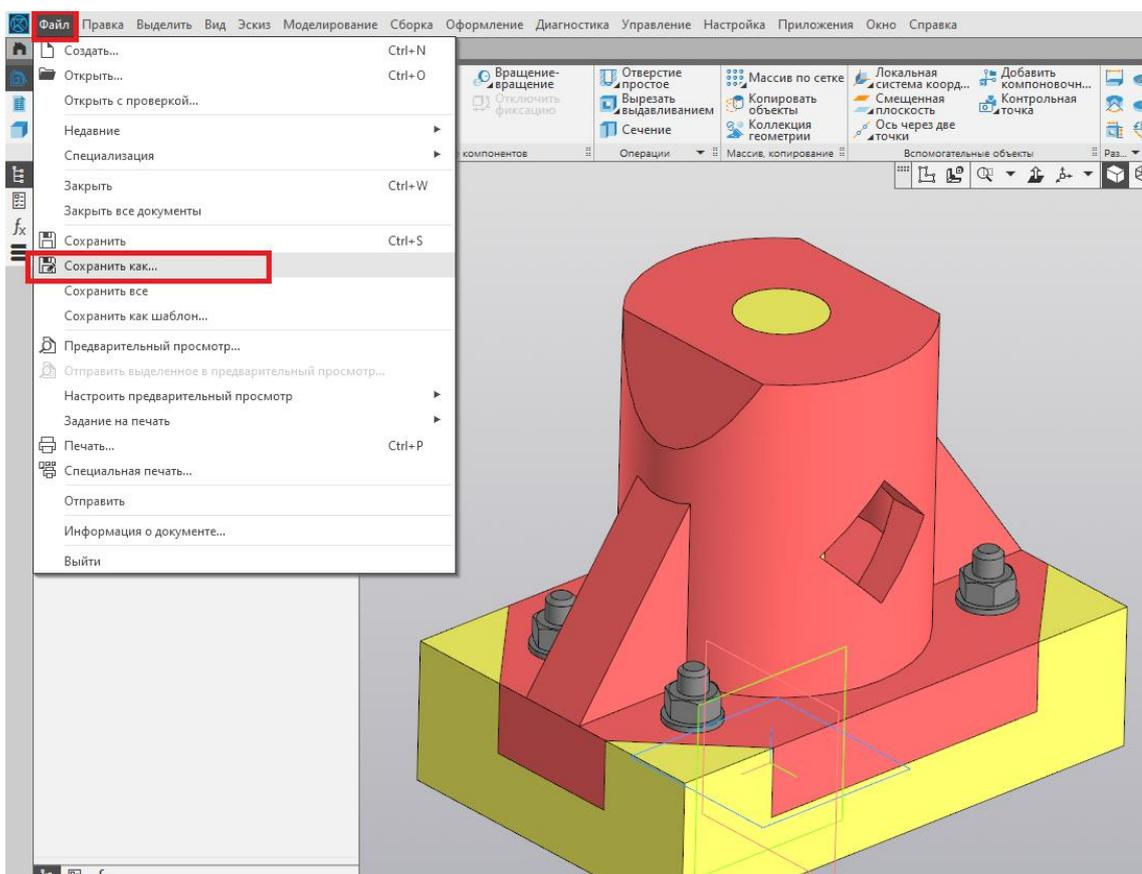

Рис. 71
23. Сохраняем итоговый файл сборки (рис. 71) в требуемом согласно заданию формате.